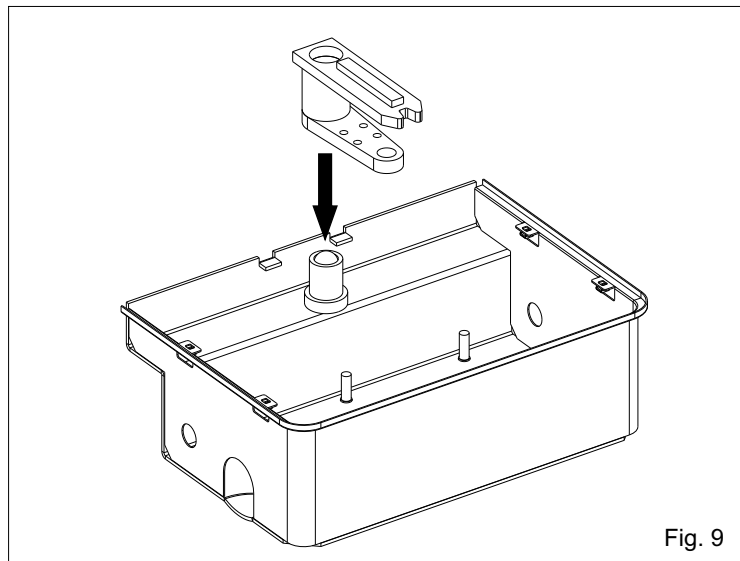

Fig. 9
2.5. Inserire l'assieme manovella sull'albero forato (Fig. 9)